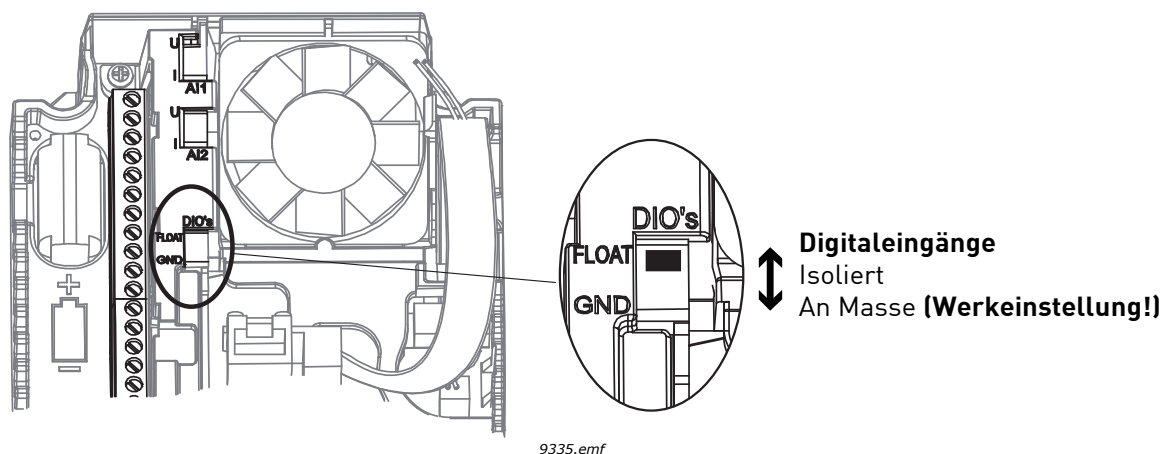

Abbildung 18.
**VORSICHT! \*)** Digitaleingänge können mit dem DIP-Schalter von der Masse isoliert werden. Siehe Abbildung 18 unten.